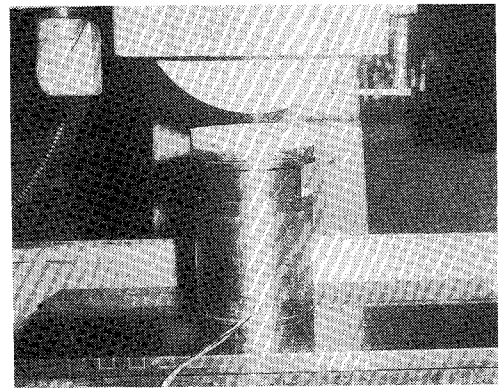

図2-10 ロータリドレッサを平面研削盤に取り付ける
- ① ロータリドレッサをマグネットテーブル上にセットし，マグネットスイッチを入れて固定する（図2-10）。